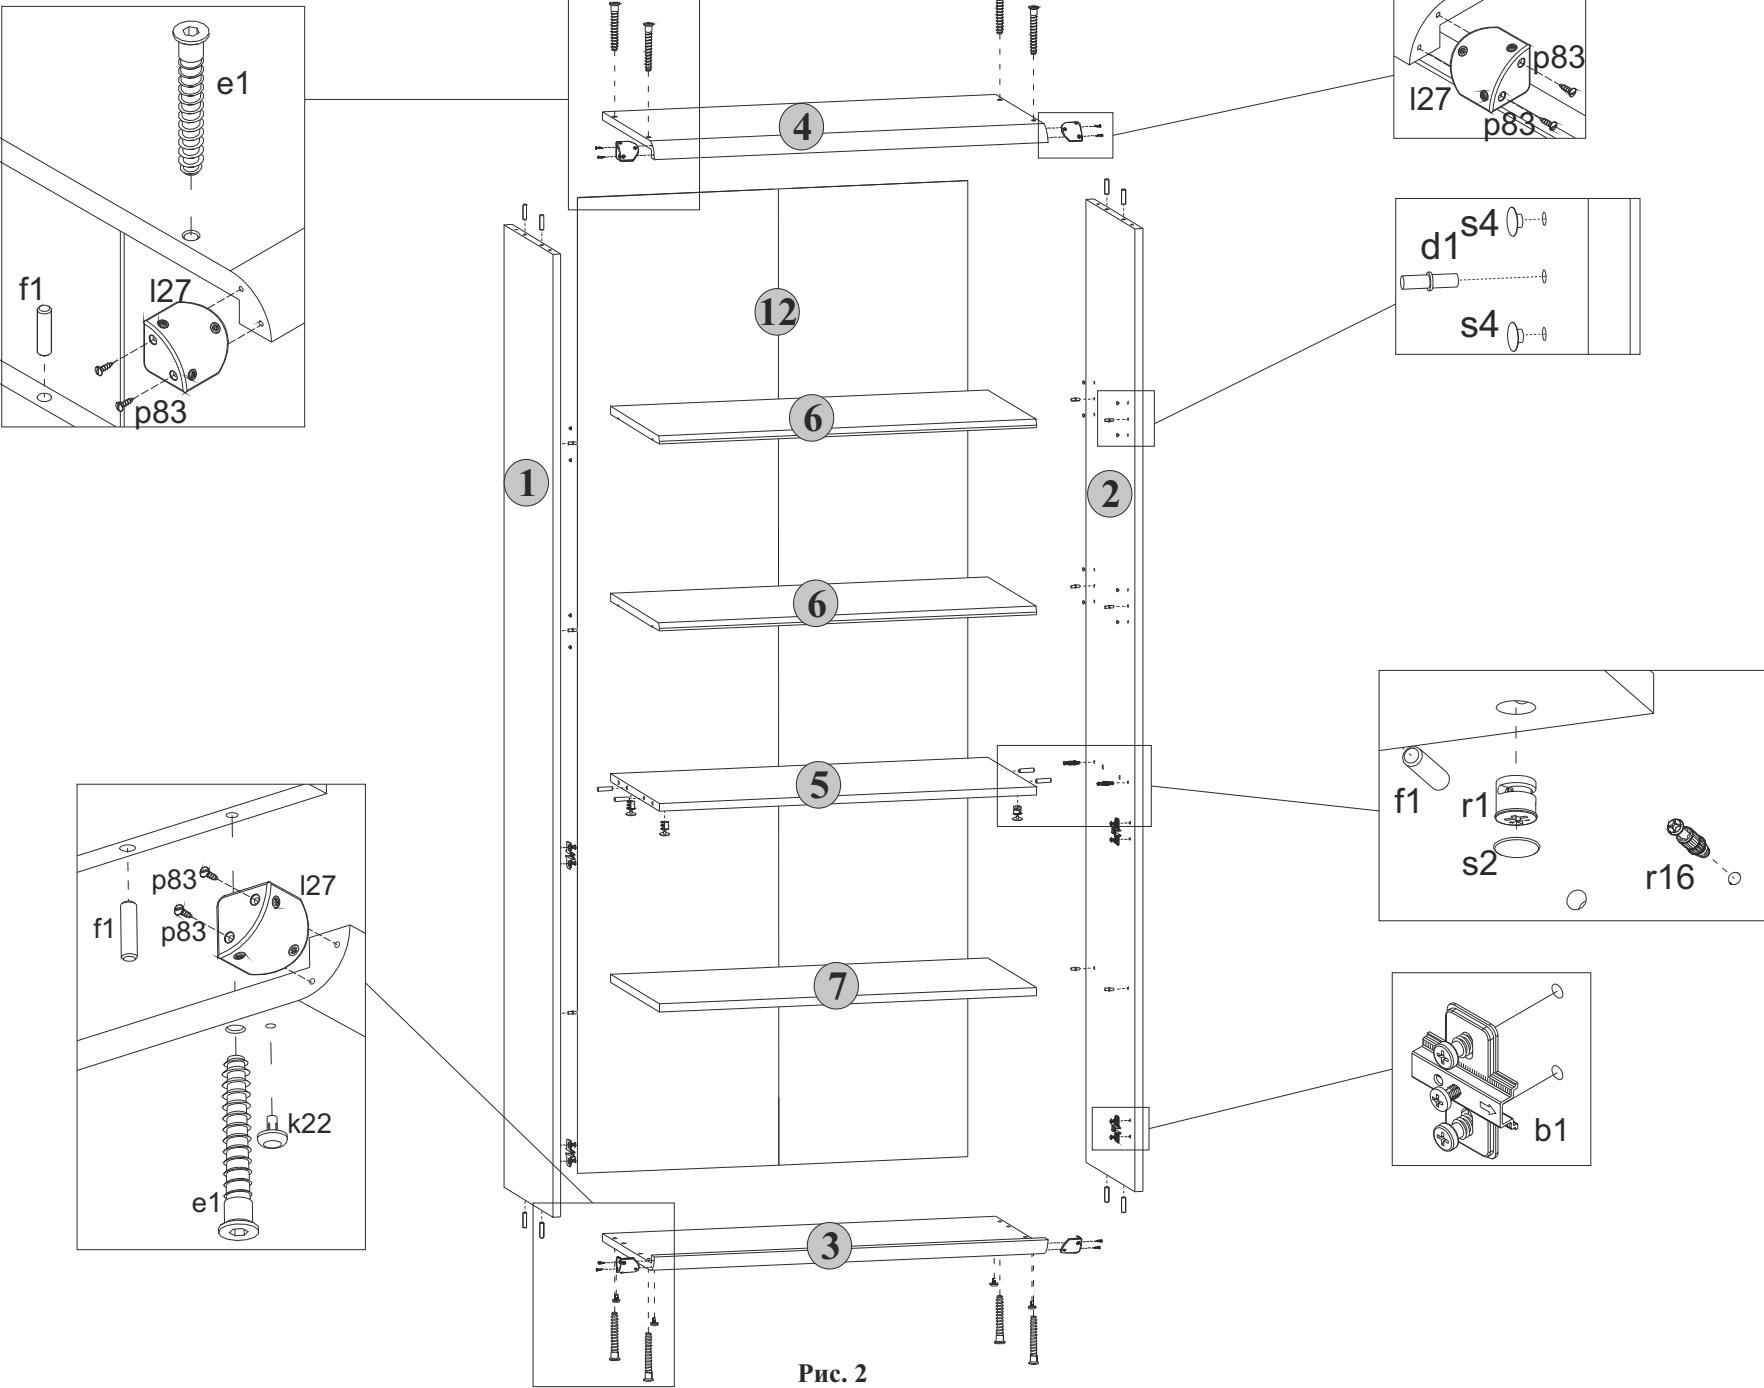

Рис. 2
5.5 В остальные отверстия диаметром **5 мм** на внутренних поверхностях стенок боковых **1 и 2** в зависимости от уровня расположения полок вкладных вставить полкодержатели **d1**. Оставшиеся отверстия закрыть заглушками **s4** (см.рис. 2).
5.6 На нижней поверхности полки соединительной **5** в отверстия диаметром **15 мм** вставить стяжки эксцентриковые **r1** (см.рис. 2).
5.7 В отверстия диаметром **4,5 мм** на нижней поверхности щита нижнего **3** вставить опоры полимерные **k22** (подглушки) (см.рис. 2).
5.8 К стенкам боковым **1 и 2** присоединить щиты нижний **3** и верхний **4** и стянуть евровшурупами **e1**, пользуясь специальным ключом **z1** из комплекта фурнитуры (см.рис. 2).
5.2 В отверстия диаметром **8 мм** на верхних и нижних кромках стенок боковых **1 и 2**, а также на боковых кромках полки соединительной **5** вбить деревянные шканты **f1** (см.рис. 2).
5.4 В отверстия диаметром **5 мм** в центральной части на внутренних поверхностях стенок боковых **1 и 2** вкрутить винты стяжки **r16** для установки полки соединительной **5**, пользуясь крестообразной отверткой (см.рис. 2).